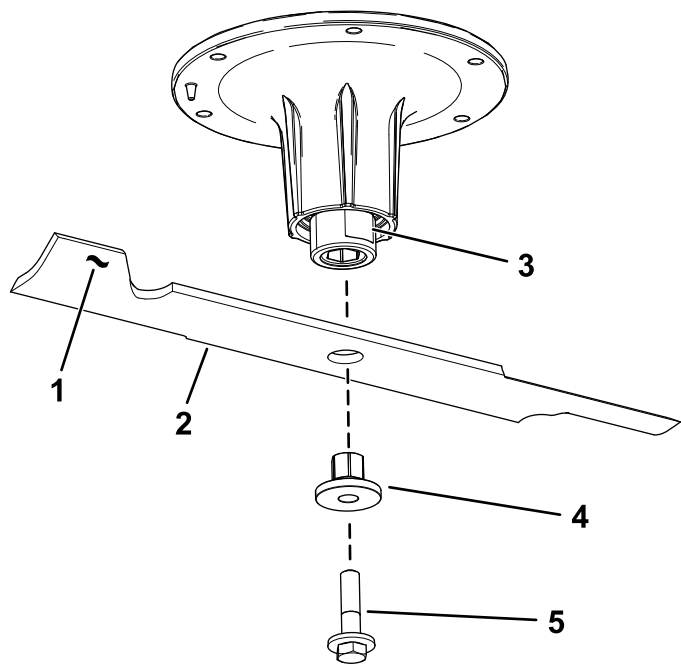

Figura 91
2. Retire el perno de la cuchilla, el casquillo y la cuchilla del eje (**Figura 91**).